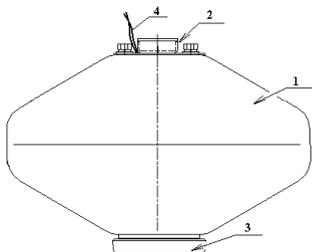
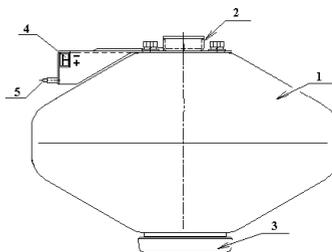

Рис. 1 – Вид МПП «Гарант-7» исп. 1
Рис. 2 – Вид МПП «Гарант-7» исп. 2
4.1 Модуль «Гарант-7» конструктивно исполняется в двух вариантах: исп. 1 и исп. 2 (см. рис. 1 и рис. 2, соответственно)¹.
МПП «Гарант-7» исп. 2 предназначен для использования только с прибором приёмно-контрольным пожарным и управления (ППКПУ) серии «УУРС» версии ПО № 2. При этом обеспечивается автоматический контроль и индикация (поз. 5 рис. 2) исправности (отсутствие обрыва и короткого замыкания) цепи запуска данного МПП.
6.6 При использовании МПП «Гарант-7» исп. 2 совместно с ППКПУ серии «УУРС» вер. 2 расположить светодиод индикации исправности цепи запуска модуля (поз. 6 рис. 2) с учётом удобства обзора снизу.